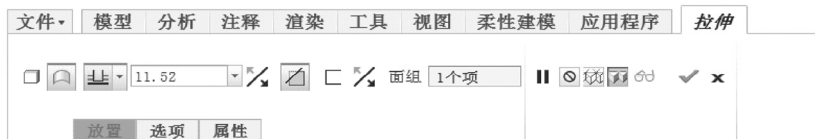

图 4-20 “拉伸”选项卡
2) 在“拉伸”选项卡中单击 (生成曲面) 按钮，并单击 (去除材料) 按钮，在模型窗口中单击要修剪的曲面，此时“拉伸”选项卡提供的工具按钮和选项如图 4-20 所示。